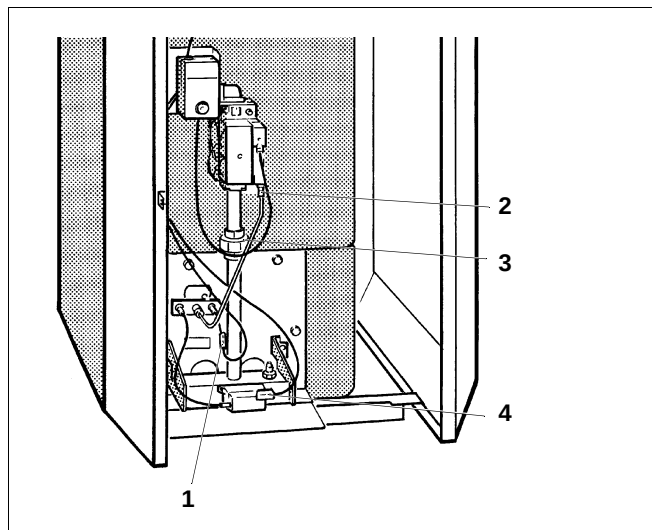

Fig. 38 Brûleur
- Dévisser le raccordement de la conduite d'allumage du bloc gaz (fig. 38, **pos. 2**).
- Séparer le brûleur à gaz du bloc gaz au niveau du raccord-union (fig. 38, **pos. 3**).
- Retirer la protection contre les contacts accidentels du câble d'ionisation et débrancher la fiche (fig. 38, **pos. 1**).
- Retirer la fiche de raccordement de l'allumage par impulsions électriques (fig. 38, **pos. 4**).
Légende pour fig. 38